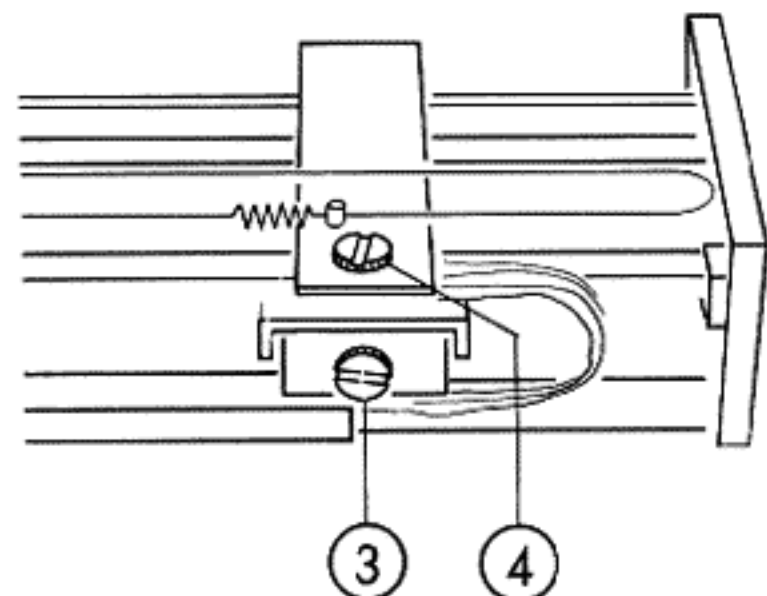

Fig. 2.5
Das Einstellen der Auflagekraft erfolgt durch Verstellen der Schlitzschraube (3) (Fig. 2.5). Bei schweren Tonabnehmern $> 6 \text{ p}$ (60 mN) muss das Gegengewicht aus Blei montiert werden. Mit einer «CORREX»-Waage oder dem Waagestreifen (dem Tonabnehmer-Montage Kit beigelegt) ist die pick up-spezifisch vorgeschriebene Auflagekraft einzustellen (Siehe Kapitel 1.3/1.4, «TECHNISCHE DATEN» oder Vorschrift des Pick up-Herstellers).
The stylus force can be corrected by adjusting the slotted-head screw (3) (Fig. 2.5). For relatively heavy cartridges $> 6 \text{ p}$ (60 mN), a corresponding lead balance weight must be mounted. Adjust to the recommended stylus force with the aid of a «CORREX» balance or a balancing strip (bypacked with the cartridge installation kit), refer to Section 1.3/1.4 «TECHNICAL DATA» or consult the instructions of the cartridge manufacturer.
La force d'appui se règle au moyen de la vis à tête fendue (3) (Fig. 2.5); pour les phonocapteurs de poids supérieur à 6 p (60 mN), la plaquette de plomb doit être montée. Réglez la force prescrite (Voir chapitre 1.3/1.4 «Caractéristiques techniques» ou les données du fabricant de cellules) à l'aide d'une balance CORREX ou de celle fournie dans le kit de montage de cellule.